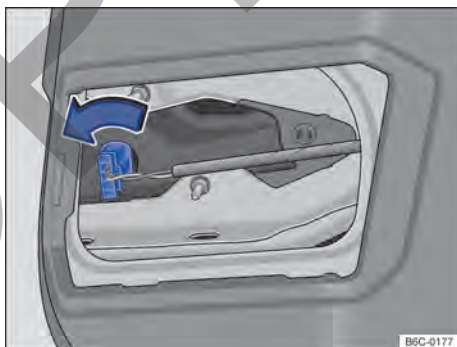

Fig. 186 En la tapa trasera: desinstalar el portalámparas.
- ④ Girar el portalámparas → fig. 186 hasta el tope en sentido antihorario y desengancharlo del alojamiento.
- ⑤ Remover la lámpara quemada del alojamiento.
- ⑥ Cambiar la bombilla quemada por una bombilla nueva del mismo modelo.
- ⑦ Cerciorarse de que la bombilla esté correctamente fijada en el soporte.
- ⑧ Encajar el portalámpara y girarlo en sentido horario hasta el tope.
- ⑨ Volver a colocar la cubierta en la tapa trasera. La cubierta debe encajar y estar firme.
- ⑩ Cerrar la tapa trasera → pág. 76.